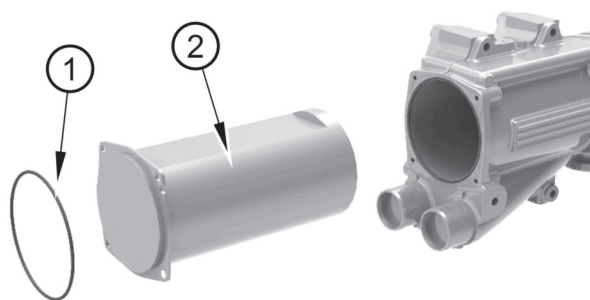

Figura 21
1. Rimuovere l'O-ring (figura 21 voce 1) e il fascio di tubi (voce 2).